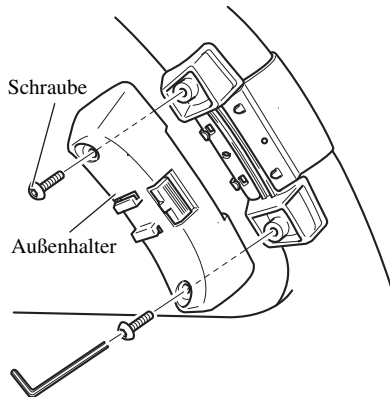

Abb. 9
3. Den Außenhalter auf dem Innenhalter installieren und mit Schrauben. (Abb. 9)